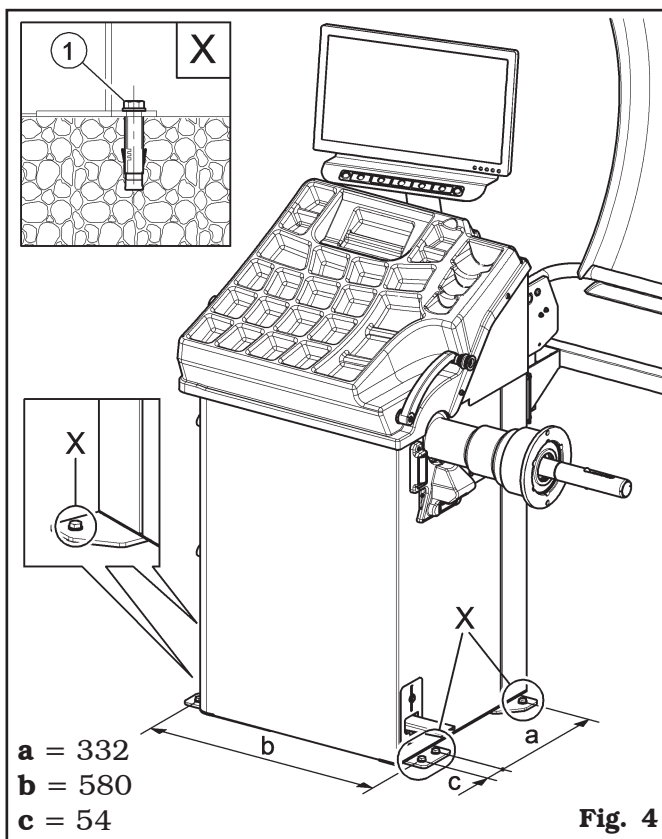

Fig. 4
Den emballerade maskinen är fäst på stödpallen via hål på ramen. Dessa hål ska även användas för fästsättning vid marken, med förankringspluggar (ingår inte i leveransen). Innan den definitiva fästsättningen utförs, kontrollera att alla förankringspunkter är plana och korrekt i kontakt med själva fästytan. Om det skulle vara så, se till att sätta i mellanlägg mellan maskinen och den nedre fästytan, som indikeras i **Fig. 4**.
- fäst maskinen på marken med 4 skruvar M8x80 mm (ingår inte i leveransen) (**Fig. 4 ref. 1**) (eller 4 låsskruvar på 8x80 mm (ingår inte i leveransen)). Vrid fast skruvarna till vridmoment på cirka 70 Nm.